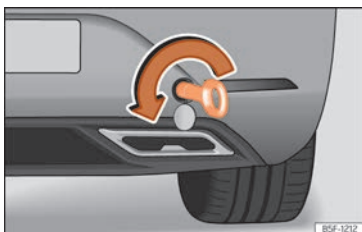

Fig. 55 En el lado derecho del paragolpes trasero: argolla de remolque enroscada.
»» **fig. 55**»» ❶. Utilice un objeto adecuado con el que pueda enroscar completa y firmemente la argolla de remolque en su alojamiento.
❶ CUIDADO